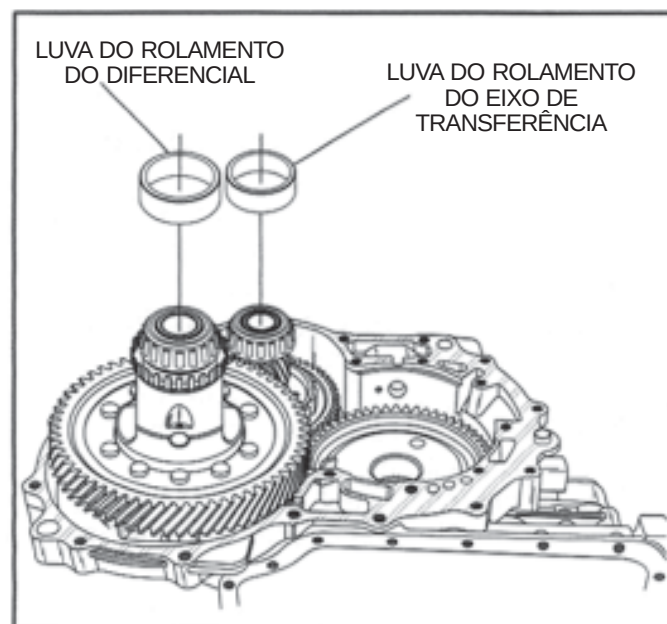

Figura 136
50. Instale uma nova luva no cône do rolamento do diferencial, conforme ilustrado na Figura 136.
51. Instale uma nova luva no cone do rolamento do eixo de transferência, conforme ilustrado na Figura 136.